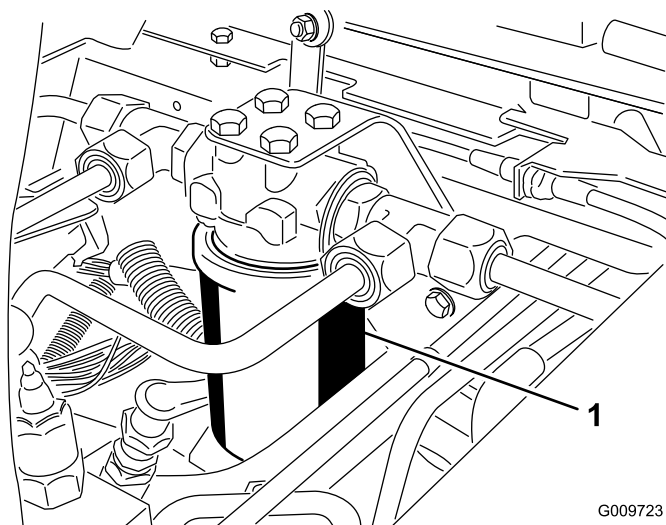
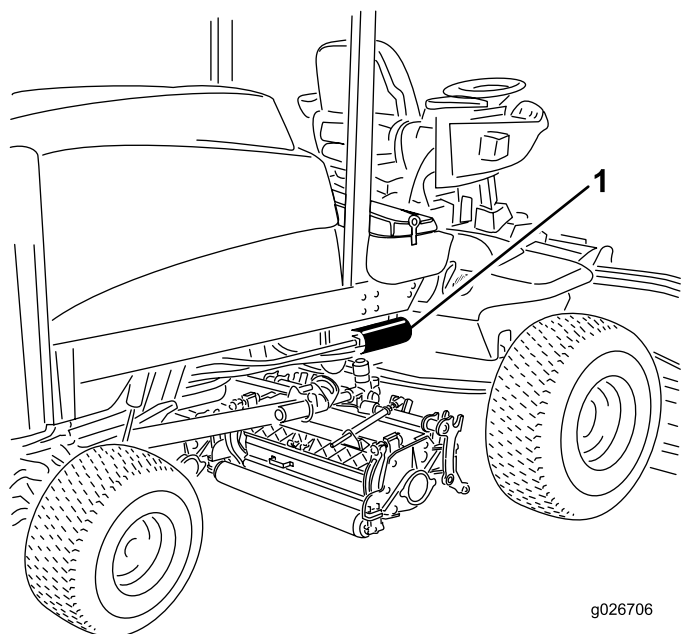

Figura 101
Figura 102
3. Coloque um recipiente de escoamento debaixo do filtro e retire o filtro (Figura 101 e Figura 102).